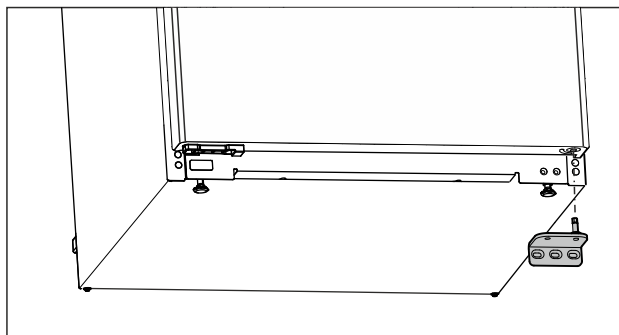

Fig. 8
- Tag hængslet af nedefter. (se Fig. 8)